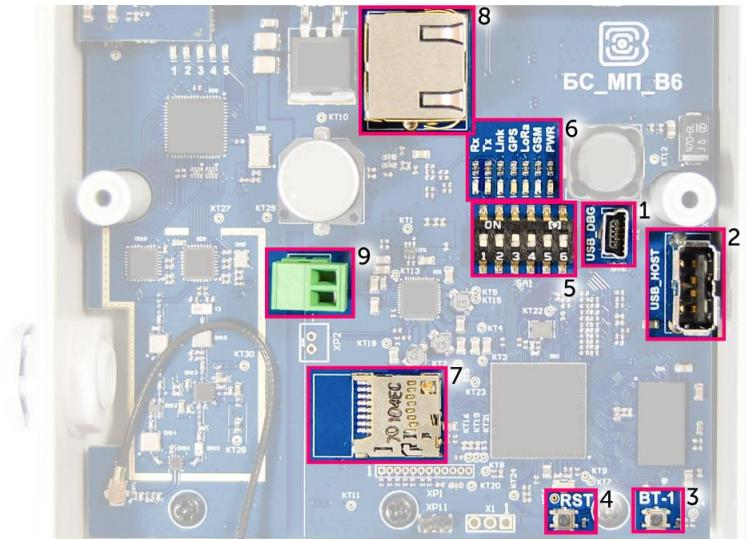

Рис. 3.1. Расположение средств управления и индикации, а также входных и выходных интерфейсов.
Базовая станция подключается к сети интернет 8-жильным сетевым кабелем (витая пара), через разъём на плате (рис. 3.1 (8)). Кабель может быть обжат по стандартам T568A и T568B. Контакты нумеруются с 1-го по 8-й справа налево.
На плате имеется дополнительный разъём для питания (рис. 3.1 (9)). Подключаться к нему можно только при отключении контактов питания в сетевом кабеле, это контакты 4, 5 и 7, 8. Допустимое напряжение питания 12-48 В, минимальная мощность 20 Вт.
Базовая станция имеет mini USB порт для подключения к компьютеру и работы по протоколу SSH (рис. 3.1 (1)), а также хост USB для подключения внешних устройств по USB кабелю (рис. 3.1 (2)). Кроме того, на плате расположено гнездо для SD накопителя (рис. 3.1 (7)).
На плате базовой станции расположены две кнопки. Одна из кнопок зарезервирована для дальнейших разработок (рис. 3.1 (3)). По нажатию на другую кнопку происходит мгновенная перезагрузка базовой станции (рис. 3.1 (4)).
Кроме того на плате расположены переключатели (рис. 3.1 (5)), которые предназначены для выбора способа загрузки образа прошивки: с внутренней памяти, с SD-карты или через mini USB с компьютера и используются только в условиях сервиса. В рабочем режиме положение переключателей должно быть таким, как на рисунке 3.3 – включены только переключатели 3 и 4.
При подключении по последовательному порту необходимо соединить базовую станцию с персональным компьютером кабелем с разъемом mini-USB. На плате нужный порт обозначен как USB_DBG (рис. 3.1(1)). Далее необходимо осуществить подключение к виртуальному COM-порту, для этого нужно установить драйвер для MCP2200. Тогда в диспетчере устройств появятся «Порты (COM и LPT)».